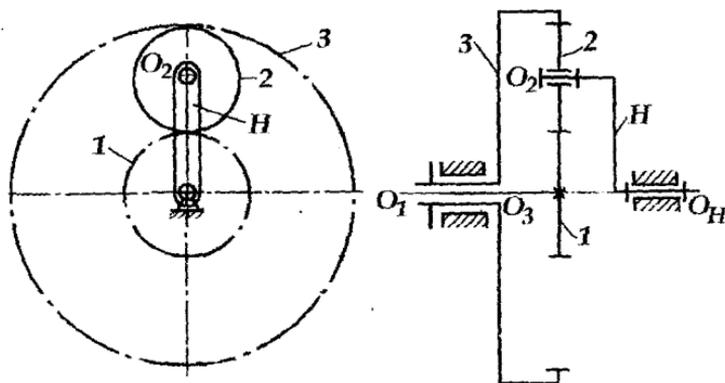

Рис. 10. Дифференциальный механизм
**Дифференциальные механизмы.** Дифференциальный механизм – механизм, в составе которого имеются звенья (сателлиты), оси которых подвижны, а степень подвижности  $W > 1$ . Дифференциальный механизм (рис. 10) содержит следующие звенья: